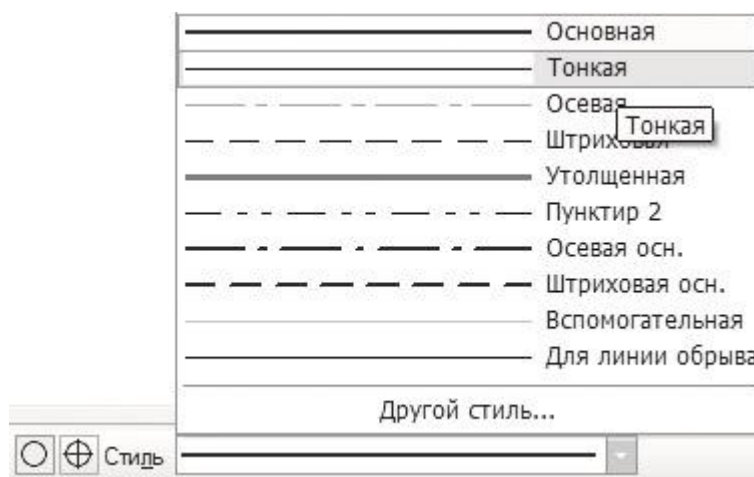
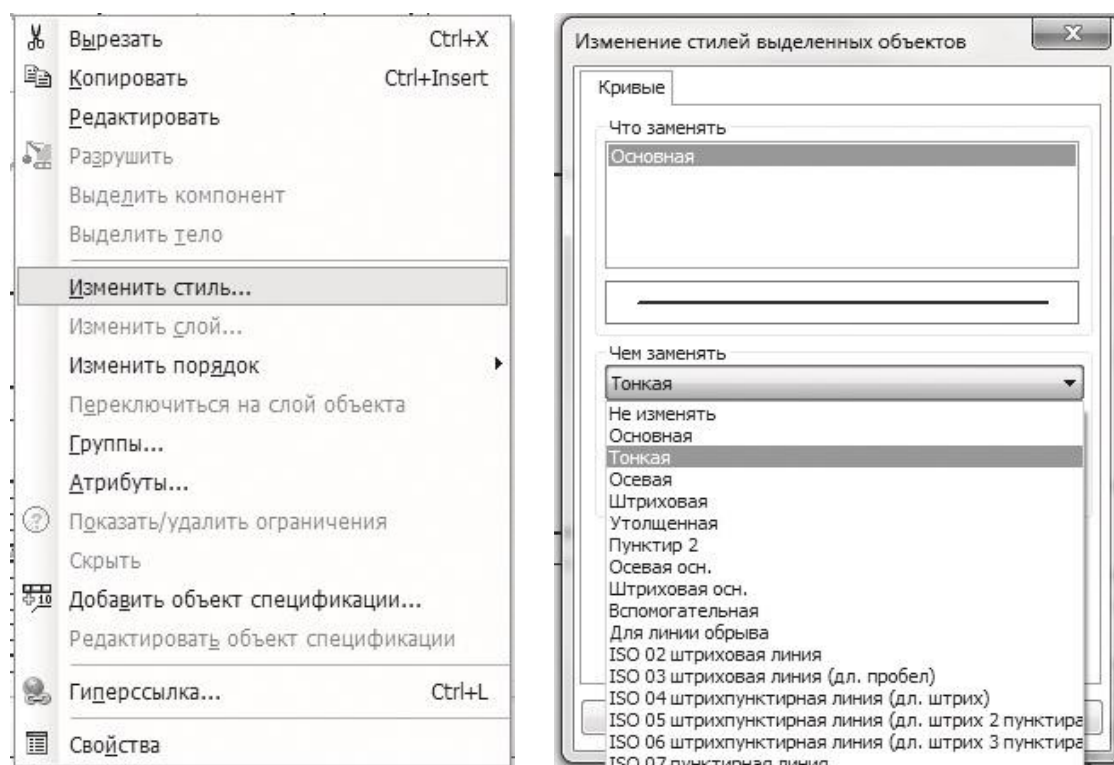

Рис.17. Стиль линий
Рис.18. Изменение стилей
4. Окружность диаметром М (изображение резьбы) выполняется тонкой линией. Толщину линии можно задавать до построения окружности или после ее построения. Для этого нужно обратиться к панели свойств в разделе *Стиль* (рис. 17) или к контекстному меню (рис. 18) и выбрать нужный тип линии.